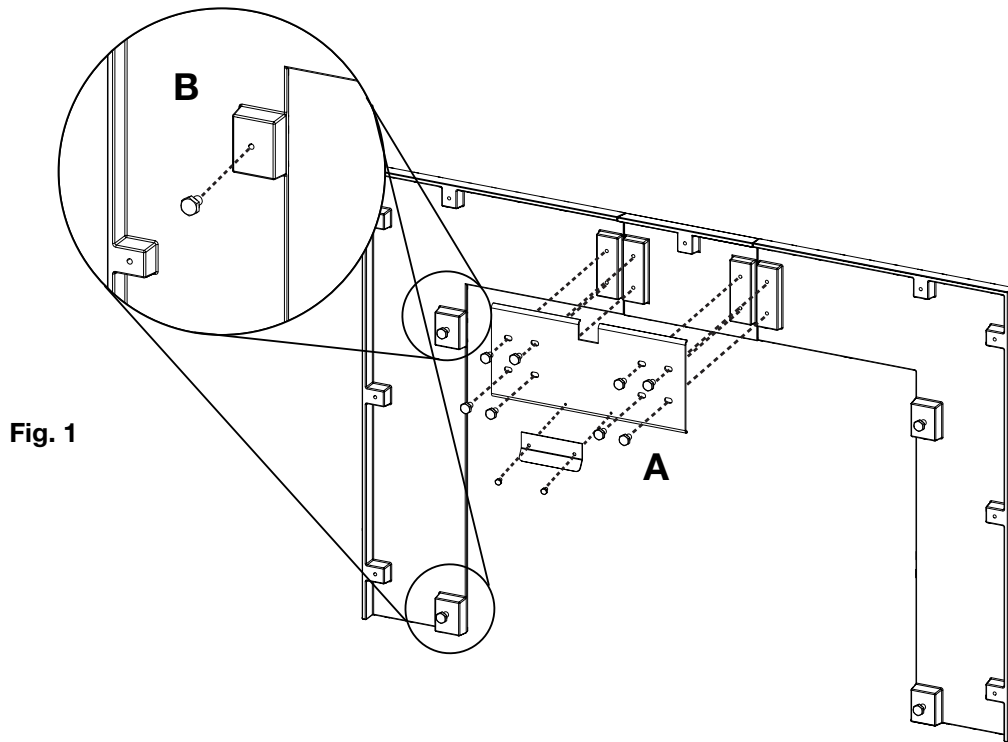

Fig. 1
- C. Vissez les 4 vis, détachement, dans les trous (**Fig. 1 B**). Répétez sur l'autre côté.
- A. Aligned les 3 trous sur le support du pare-étincelles avec les trous correspondants sur le côté droite de l'appareil. Vissez à sa place en utilisant les 1/4-20 vis à tête ronde (**Fig. 1 A**).
- B. Utilisez les 1/4-20 vis à tête ronde, enfiler la vis approximativement 1/2 de sa longueur dans le support à fentes (2 par côtés) (**Fig. 1 B**).